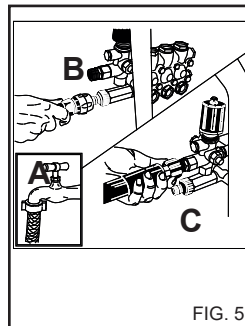
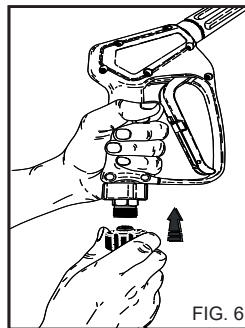

FIG. 5
FIG. 6
Подсоедините шланг к крану водоснабжения (рис. 5А) и к отверстию на аппарате (рис. 5В). Убедитесь, что давление и расход воды, подаваемой от крана, соответствует характеристикам аппарата: 2-8 бар (29-116 фунт/дюйм²) Максимальная температура подаваемой воды 50°C (122°F).
Подсоедините шланг высокого давления к аппарату (рис. 5С) и к пистолету (рис. 6).
Поверните кран подачи воды (рис. 5А).
4) Закройте кран водопровода (рис. 5А).